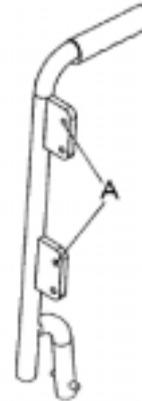

Fig. 1
- Déposer les vis à tête cylindrique large du haut de chaque bride illustrée à la fig 1. Repère (A). Les vis du bas de chaque bride restent en place.